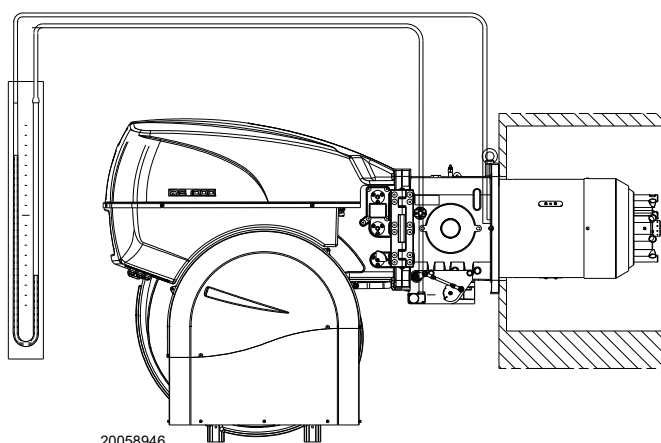

Fig. 26
- Monter un manomètre en U ou un manomètre de type différentiel (Fig. 26), avec la prise (+) sur la pression de gaz du manchon et (-) dans la chambre de combustion.
L'arrivée de gaz au manchon est mise en évidence sur le manomètre en U (Fig. 26).